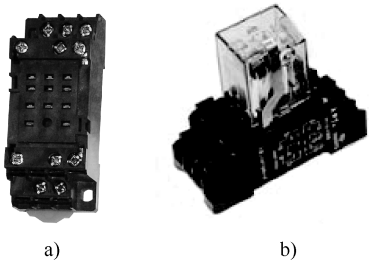

图 1-29 继电器的安装
2) 安装继电器时, 可以将继电器直接焊接在印制电路板上, 也可以将继电器插在继电器插座上, 然后从继电器座引出接线, 图 1-29 所示为继电器插在继电器插座上的情况。